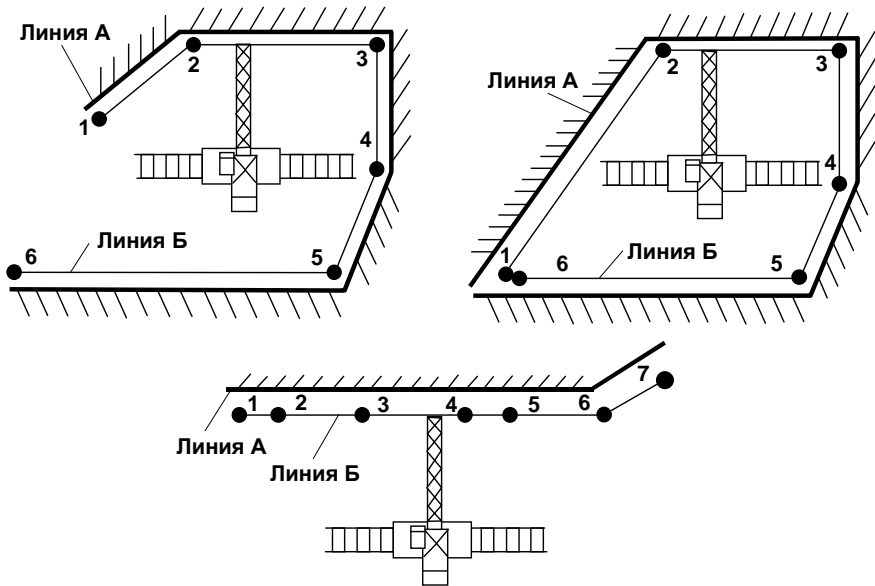

Рисунок 19
Для обеспечения работы крана в стесненных условиях в ОНК-160С-35 предусмотрена (см. рисунок 19) координатная защита типа **ЛОМАНАЯ СТЕНА**: защита стрелы от ее столкновения с близко расположенными препятствиями (стены зданий и др.).
5.19.2.2 Подведя оголовков стрелы (крюковую обойму) к первой (заранее намеченной) точке ввода заградительной линии (см. рисунок 19 и приводимый ниже рисунок), записать ее координаты нажатием кнопки "**↵**".